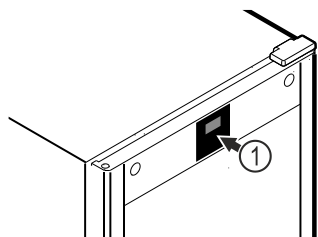

Fig. 52 Przykładowa prezentacja
Termometr jest już skalibrowany fabrycznie (przesunięcie +6 kelwinów). Jeśli temperatura wewnętrzna różni się od wskaźnika temperatury Fig. 52 (1), można skalibrować termometr.